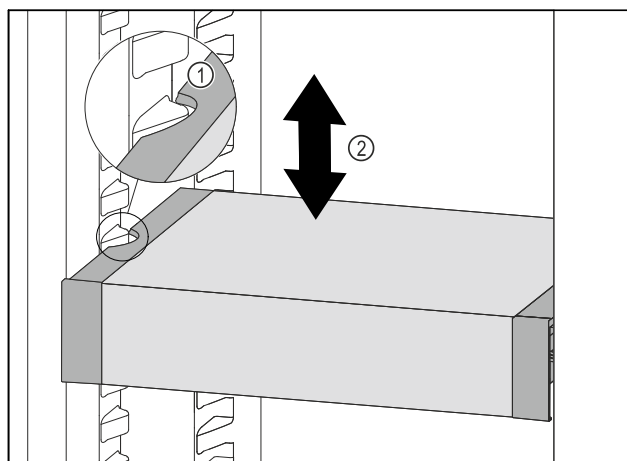

Fig. 84
- ▶ Tirer le VarioSafe vers l'avant jusqu'à ce que les encoches latérales du VarioSafe soient à la hauteur de la nervure du bac dans la partie réfrigérateur. Fig. 84 (1)
- ▶ Déplacer le VarioSafe vers le haut ou vers le bas dans la partie réfrigérateur jusqu'à ce que la hauteur souhaitée soit atteinte. Fig. 84 (2)